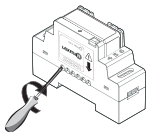

figura 3
4. Avvitare le 6 viti del ricevitore per fissare i due elementi tra di loro (vedi figura 3).